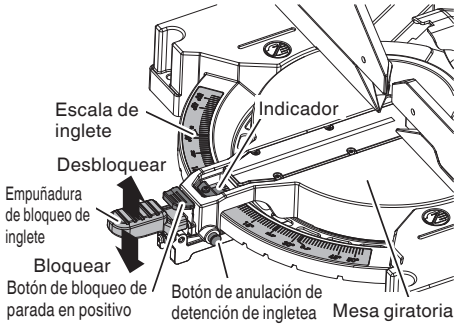

Fig. 14
10. Botón de anulación de detención de inglete (Fig. 14)